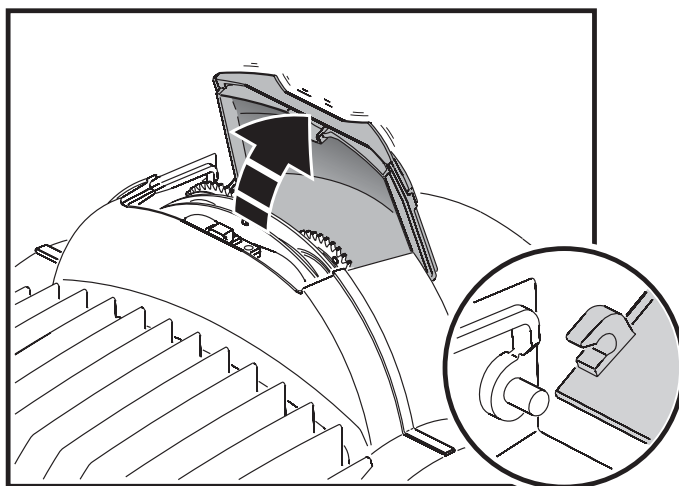

Figure 14: Trappe d'accès aux effets
La trappe du smartMAC (voir Figure 14) donne un accès immédiat aux filtres de gobos et de couleurs.
2. Voir Figure 14. Ouvrez la trappe d'accès aux effets.